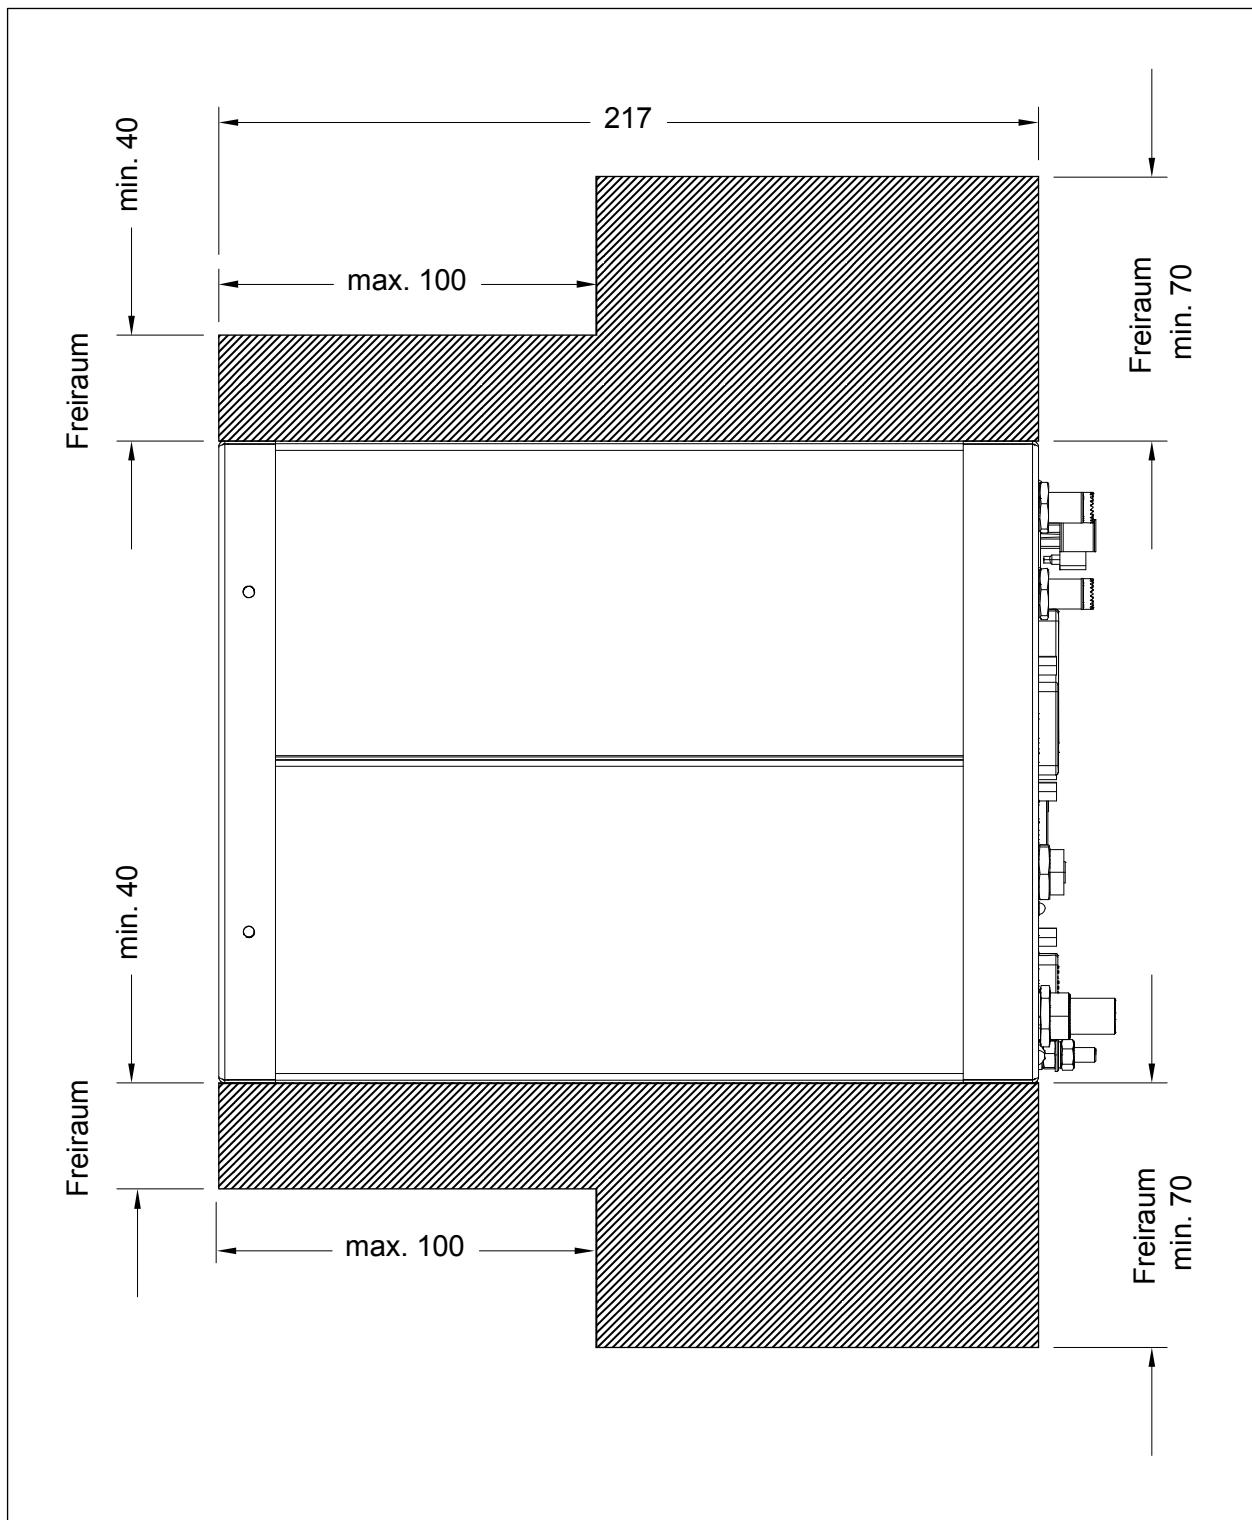

Bild 3-2 M7002/MA7002 Seitenansicht – Abmessungen in mm
- Halten Sie für eine ausreichende Luftzufuhr auf der Geräteober- und Unterseite einen Freiraum zum nächsten Gerät von mindestens 70 mm bzw. 40 mm ein (siehe Bild 3-2 auf Seite 18).